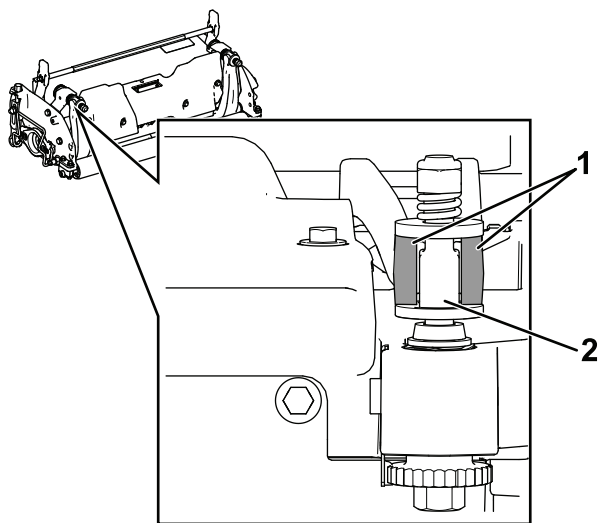

Рисунок 26
1. Встановіть вузол планки нерухомого ножа / нерухомого ножа, розташувавши монтажні отвори між шайбами та регулювальним гвинтом планки нерухомого ножа (Рисунок 26).
Важливо: Розташуйте регулятори DPA по центру у вушках планки нерухомого ножа, як показано на Рисунок 26.